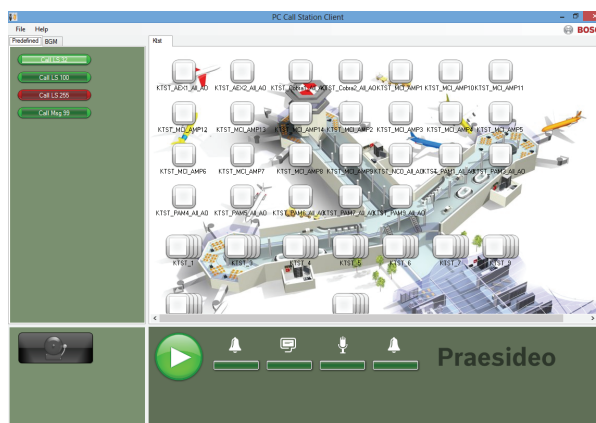

figura 62.2: Pestaña de llamadas predefinidas
- 7 Haga clic en el botón *OK*. Se mostrará una pantalla similar a la indicada en figura 62.2.